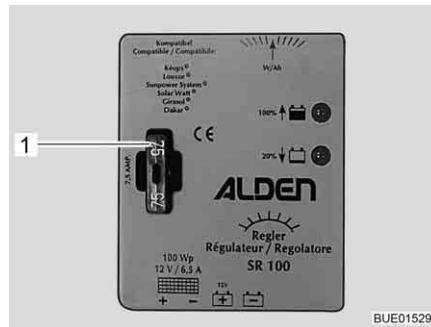

Bild 182 Säkring till laddningsregulator för solpanel 100 W
- Byt flatsäkring 5 A/ljusbrun (Bild 182,1).